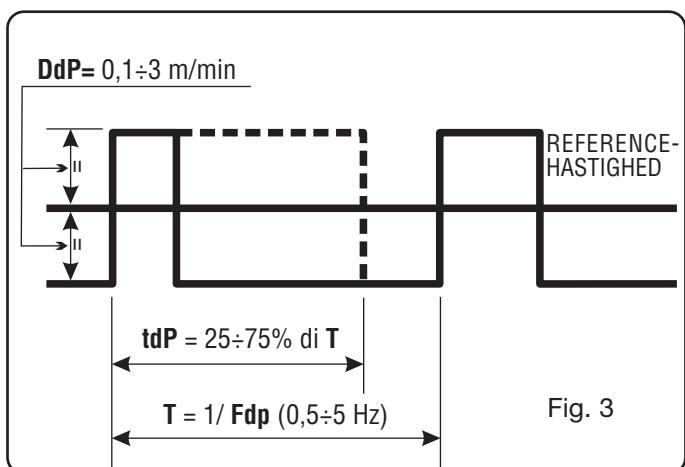

Fig. 3
D)- Drej håndtaget **AI**, indtil teksten **tdP** vises. Tidsrum for arbejde med trådens maks. hastighed, dvs. maks. strøm. Udtrykt i % af tidsrummet på baggrund af frekvensen **Fdp** (fig. 3).